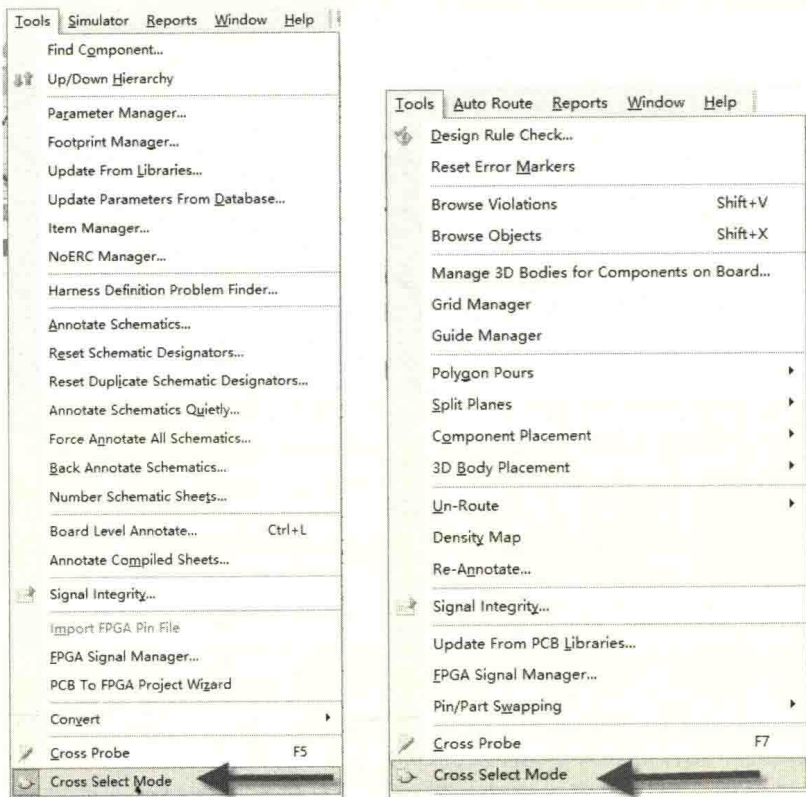

图 8-7 激活交互模式
- （1）为了达到原理图和 PCB 两两交互，需要在原理图编辑界面和 PCB 设计交互界面都执行菜单命令“Tools-Cross Select Mode”，激活交互模式，如图 8-7 所示。